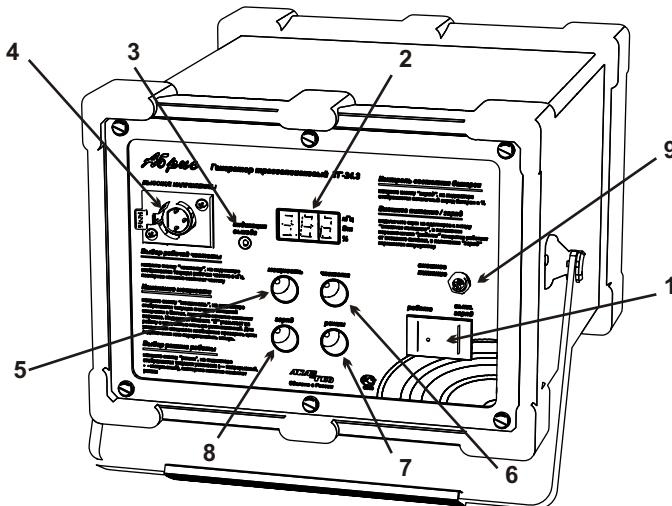
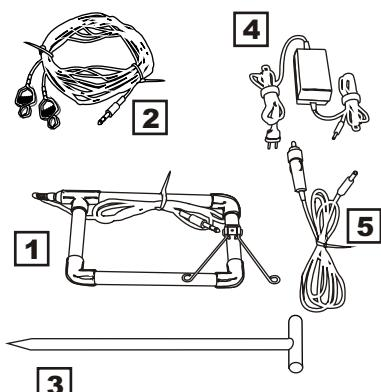

Рисунок 3
Рисунок 4
-  Нажмите на клавишу (поз. 1 рис. 3) переключив ее в положение “работа”
-  Нажмите кнопку “заряд” (поз. 8 рис. 3), на индикаторе отображается значение заряда аккумулятора в %
- 1** Нажмите на клавишу (поз. 1 рис.3) переключив ее в положение “выкл. / заряд”
- 2** При заряде от сети подключите адаптер 220 В (поз.4 рис. 4) к гнезду подключения внешнего питания (поз. 9 рис.3), при заряде от бортовой сети автомобиля используйте автомобильный адаптер (поз. 5 рис. 4). Во время заряда мигает надпись “зар”, по окончании надпись высвечивается не мигая.
1 При работе от сети подключите адаптер 220 В (поз. 4 рис. 4) к гнезду подключения внешнего питания (поз. 9 рис. 3), при работе от бортовой сети автомобиля используйте автомобильный адаптер (поз. 5 рис. 4).
2 Нажмите на клавишу (поз.1 рис.3) переключив ее в положение “работа”
ВНИМАНИЕ ! Не включайте питание генератора перед подключением. При включенном питании на гнезде подключения внешней нагрузки (поз. 4 рис. 3) или зажимах вставленного в него кабеля гальванического подключения (поз. 2 рис. 4) присутствует высокое напряжение, порядка 200 В
- 1** Подключите один зажим кабеля гальванического подключения (поз.2 рис. 4) к коммуникации, при этом необходимо обеспечить надежный электрический контакт.
- 2** Другой зажим кабеля подключите к штырю заземления (поз. 3 рис. 4), вбитому в увлажненный грунт в 5-15м от места подключения
- 3** Подключите разъем кабеля к гнезду подключения внешней нагрузки (поз. 4 рис. 3)
- 1 Нажмите кнопку “частота” (поз. 6 рис. 3), на индикаторе отображается текущее значение частоты в КГц.